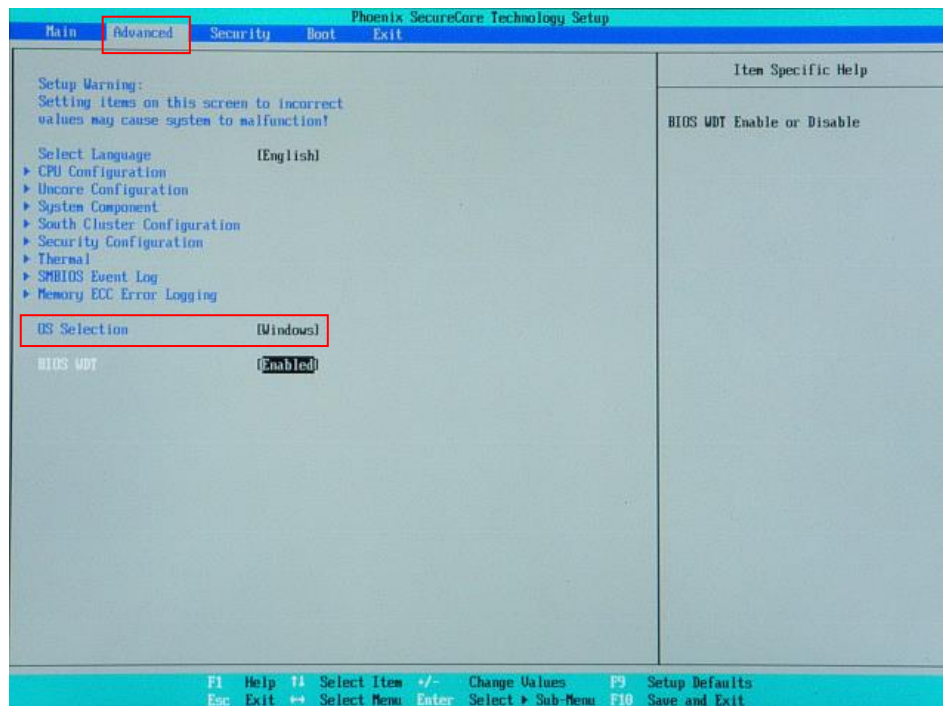

図 5-1-4-1. BIOS 設定 Advanced メニュー
- ④ [Boot]メニューを選択します。(図 5-1-4-2)
- ⑤ [ATA HDD0] (m-SATA メインストレージ) を[USB HDD] (リカバリ USB) よりも上に設定します。